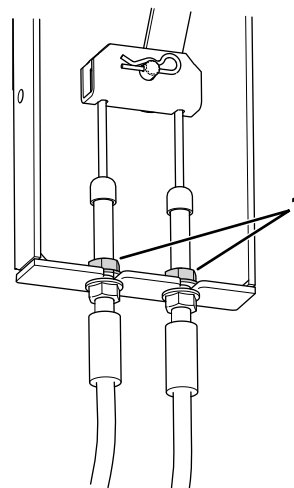

Figure 71
3. Localisez le support du câble de frein (Figure 71) sous le côté gauche de la machine, près de la roue gauche.